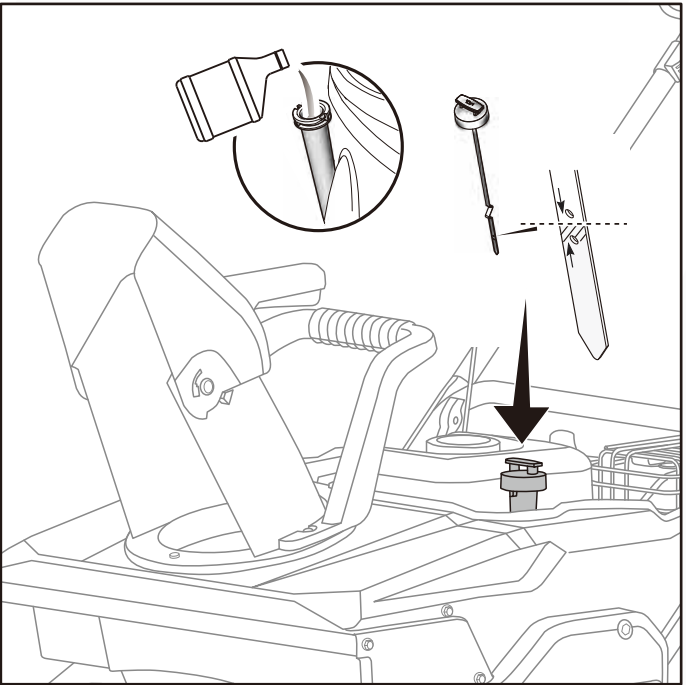

Fig.5
2. Retire la varilla de nivel de aceite del motor y límpiela con un paño. (Fig.5)